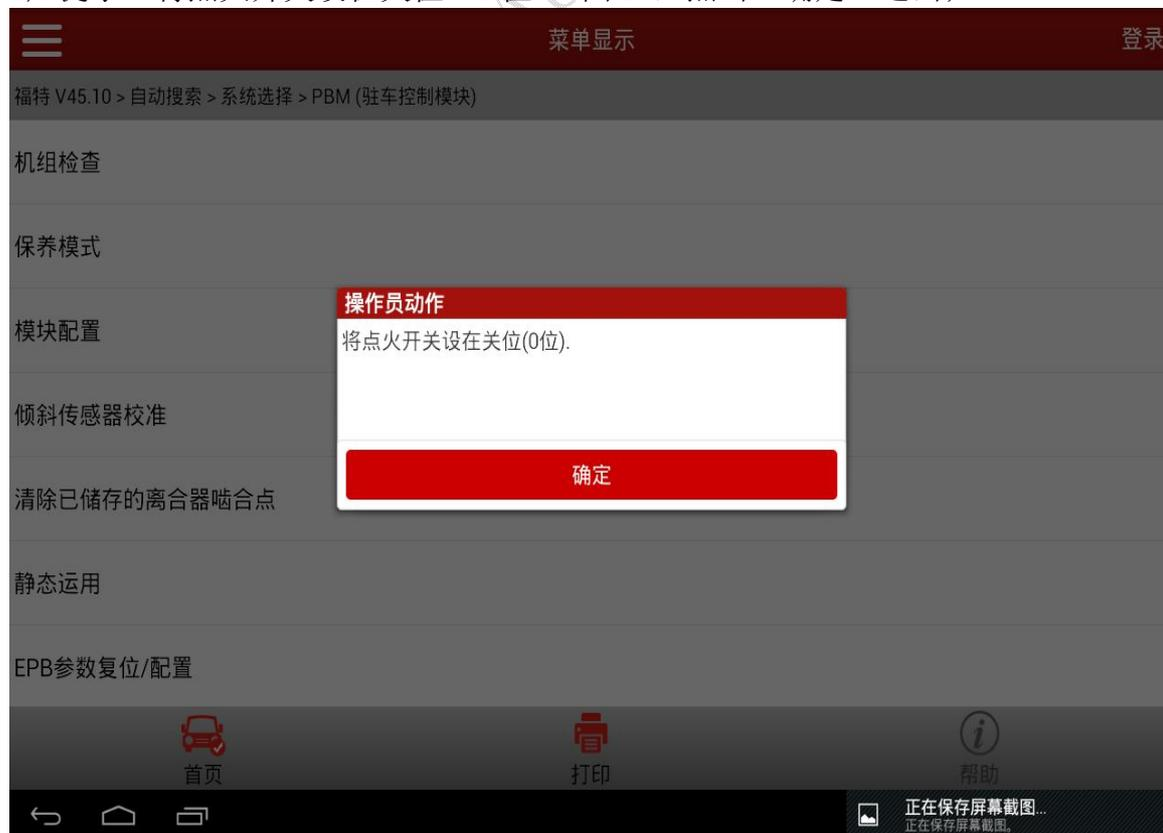

图 8
8). 提示：将点火开关设在关位（0 位）（图 8），点击“确定”退出；